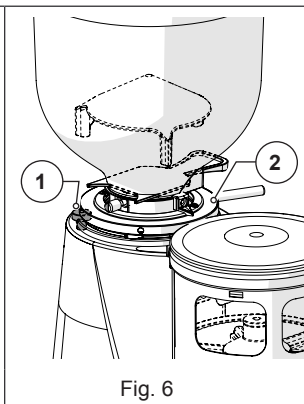

Fig. 6
- **Contraporca Bloqueio Anel roscado (Fig. 6)**